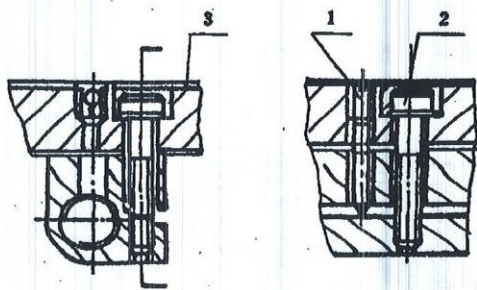

Рис. 11-7 Схема регулировки винта поперечных салазок 11.5 Фартук
Поперечные салазки приводятся в движение с помощью маточной гайки, которая перемещается с вращением ходового винта и используется для устранения зазора трансмиссии регулировкой соответствия расчётному диаметру. При регулировке сначала ослабьте стопорный винт (1), а затем — регулировочный винт (2) до удаления зазора. После регулировки снова затяните винт (1) и закройте пылезащитную крышку (3). Смотрите Рис. 11-7.